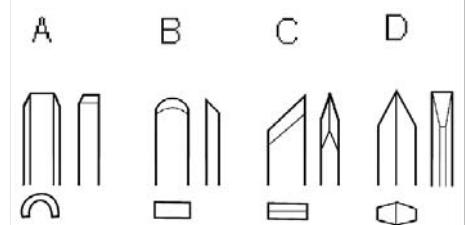
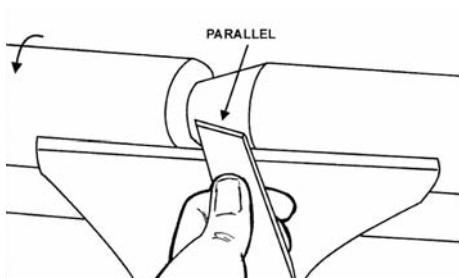

Рис. 6
Рис. 8
- Трубчатый резец (A, рис.6) Самый важный инструмент для токарной обработки.
- Шабер (В, Рис.6). Применяется для наружного и внутреннего калибрования, а также для удаления следов обработки.
- Косой резец (С, Рис.6). Применяется для проточки V-образных канавок, для наружного калибрования и для токарной обработки торцов древесины. Режущая кромка устанавливается параллельно направлению реза (Рис.8).
- Отрезной резец (D, Рис.6). Применяется для прямой врезки в заготовку, например при затыловке и отрезке. Может применяться также как шабер и для получения нужного диаметра.